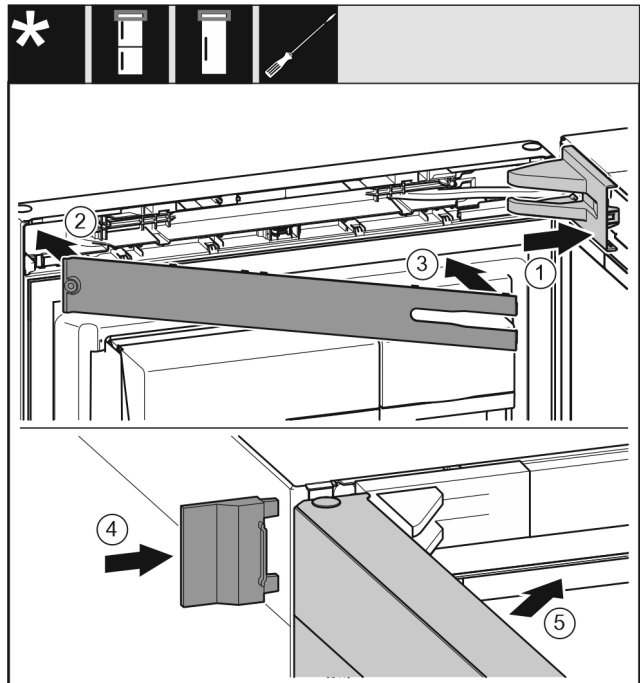

Fig. 27
- ▶ Lagerbockabdeckung aufsetzen und einrasten, ggf. vorsichtig auseinanderdrücken. Fig. 27 (1)
- ▶ Blende aufsetzen. Fig. 27 (2)
- ▶ Blende einschwenken und einrasten. Fig. 27 (3)
- ▶ Äußere Abdeckung aufschieben. Fig. 27 (4)
- ▶ Obere Tür schließen. Fig. 27 (5)